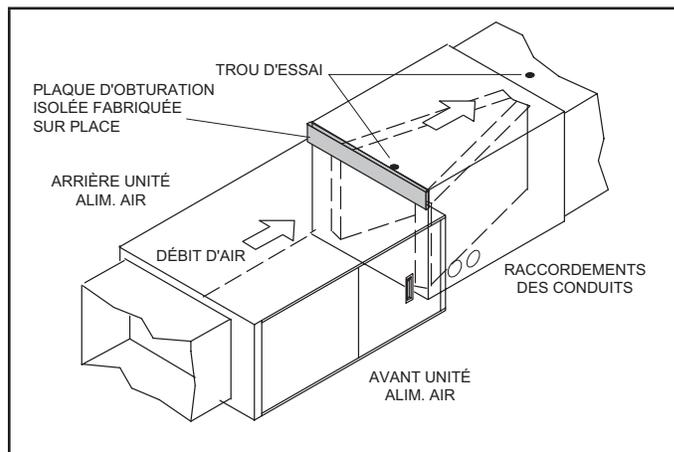

FIGURE 2. Serpentin de largeur D avec générateur d'air chaud de largeur C
- 5 - Applications utilisant l'unité CK40HT de largeur D avec un générateur d'air chaud de largeur C – La figure 2 montre une application qui comprend un serpentin de largeur D et un générateur d'air chaud de largeur C. Cette application nécessite la construction d'une plaque d'obturation isolée, fournie sur place, pour couvrir l'espace ouvert sur l'enceinte du serpentin